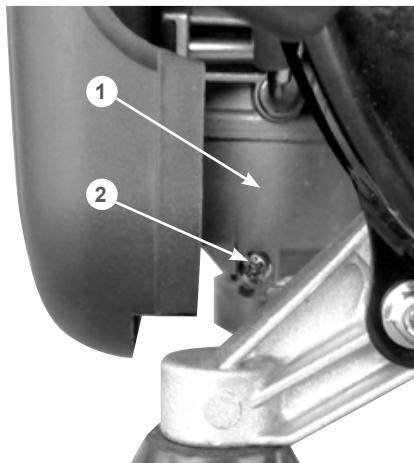

Рис. 13 Слив топлива из карбюратора
3. Открутите винт 2 на карбюраторе 1 (Рис. 13) и слейте топливо из поплавковой камеры в подготовленную для этого емкость.
- Слейте топливо из топливного бака и карбюратора (Рис. 13).